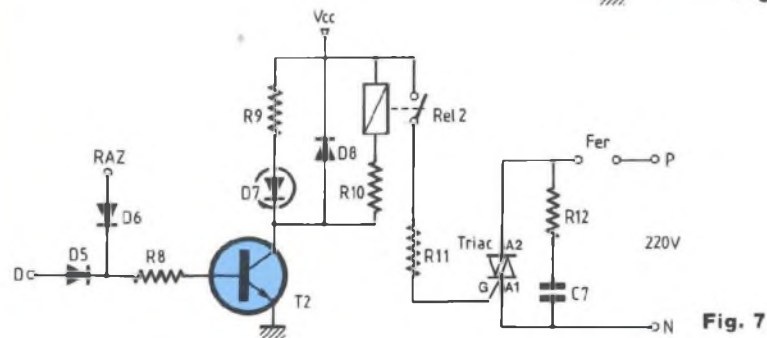

Fig. 7
c) Etage de puissance (fig. 7)